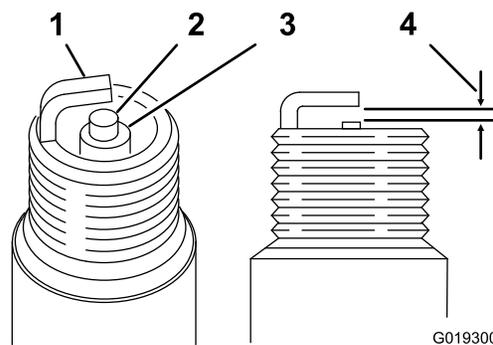

図 45
4. それぞれの点火プラグについて、中央の電極と側面の電極とのすきまを、0.76 mm に調整する 図 45 を参照。ガスケットシールと共に点火プラグをエンジンに取りつけ、22 N・m (2.3 kg・m=16 ft・lb) にトルク締めする。